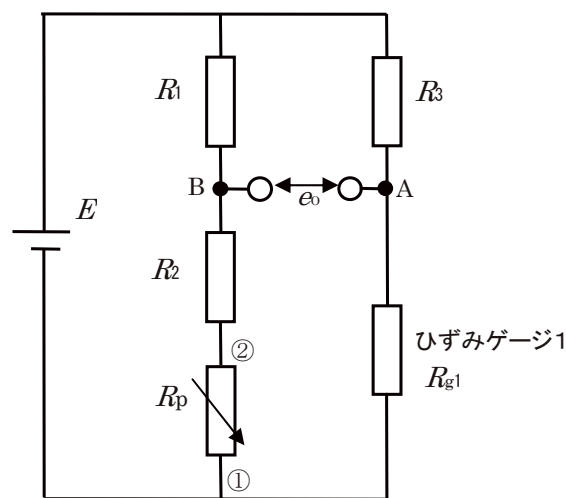

図 2-3
(1) 図 2-3 に示す回路において、AB 間の電圧 e_0 を、電源電圧 E 、抵抗 R_1 、 R_2 、 R_3 、可変抵抗 R_p 、ひずみゲージの抵抗 R_{g1} を用いた式で表せ。ただし、電圧は B を基準とする。
(2) ブレッドボード上に、図 2-3 に示す回路を組む。ここで、抵抗 $R_1=1.1\text{ k}\Omega$ 、 $R_2=1.0\text{ k}\Omega$ 、 $R_3=120\text{ }\Omega$ である。可変抵抗器はあらかじめ $100\text{ }\Omega$ 程度に設定しておく。
デジタルマルチメータを直流 200 mV のレンジにして、図 2-3 中の AB 間の電圧 e_0 を測定し、 0 V になるように可変抵抗器 R_p を調節する。